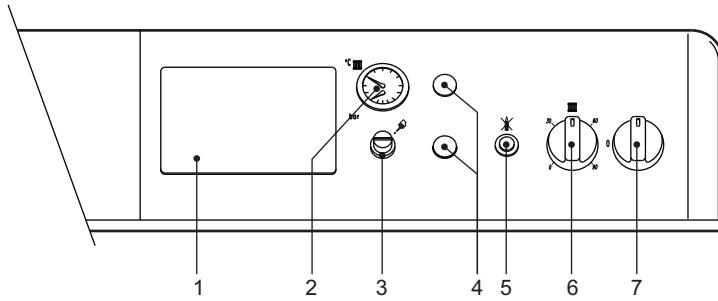

fig. 1 - Pannello comandi
- Portare l'interruttore di caldaia "7" sulla posizione 1 (fig. 1).
- Qualora la caldaia venga dotata di una centralina elettronica termostatica, montata in posizione 1 di fig. 1, l'utente dovrà tenere conto anche delle istruzioni fornite dal costruttore della stessa.
Rotando la manopola 6 di fig. 1 in senso orario la temperatura dell'acqua di riscaldamento aumenta, in senso antiorario diminuisce. La temperatura può essere variata da un minimo di 30° ad un massimo di 90°. Consigliamo comunque di non far funzionare la caldaia al di sotto dei 45°.
Impostare tramite il termostato ambiente la temperatura desiderata all'interno dei locali. Su comando del termostato ambiente la caldaia si accende e porta l'acqua impianto alla temperatura impostata dal termostato di regolazione caldaia 6 di fig. 1. Al raggiungimento della temperatura desiderata all'interno dei locali il generatore si spegne.
La pressione di caricamento ad impianto freddo, letta sull'idrometro caldaia part. 2 di fig. 1, deve essere di circa 1,0 bar. Qualora durante il funzionamento la pressione dell'impianto scendesse (a causa dell'evaporazione dei gas disciolti nell'acqua) a valori inferiori al minimo sopra descritto, l'utente dovrà, agendo sul rubinetto di caricamento, riportarla al valore iniziale. A fine operazione richiedere sempre il rubinetto di riempimento.